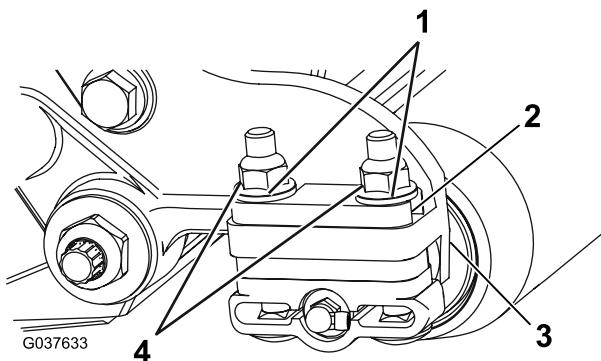

Bild 4
- 9. Entfernen Sie die zwei Bundmuttern und Scheiben, mit denen jede Rollenhalterung an den Seitenplatten befestigt ist (**Bild 4**).